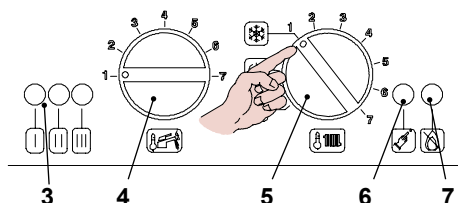
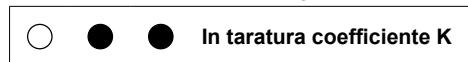
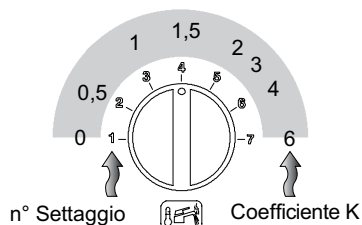

Figura 5.32
Figura 5.33
Figura 5.35
- Posizionare le manopole 4 e 5 come indicato in Figura 5.32.
- Tenere premuto il pulsante di ripristino 6 in Figura 5.32 per circa 10 secondi, la lampada di blocco 7 inizierà a lampeggiare.
- Per tarare il coefficiente K le spie di segnalazione 3 in Figura 5.32 devono essere visualizzate come in Figura 5.33.
- Se non si visualizza questa sequenza premere il pulsante di ripristino 6 in Figura 5.32 tante volte fino alla visualizzazione (5 volte).
- Per visualizzare il settaggio impostato tenere premuto il pulsante di ripristino 6 in Figura 5.32 per circa 5 secondi. Le spie di segnalazione 3 lampeggeranno un numero di volte pari al settaggio (Figura 5.35)
- Per cambiare il settaggio ruotare la manopola regolazione temperatura sanitari 4 in Figura 5.32 e posizionarla nel valore di K desiderato Figura 5.35 (nella figura es. manopola settata per K1,5), la lampada di segnalazione blocco 7 lampeggia velocemente
- Per memorizzare il settaggio premere il pulsante di ripristino 6 in Figura 5.32 per circa 5 secondi, le spie di segnalazione 3 lampeggiano tutte quante simultaneamente come in Figura 5.36 (legenda spie Figura 5.34)